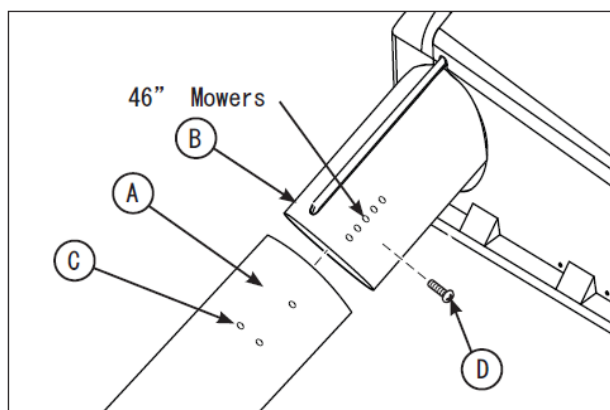

図 16
1. 透明チューブ（図 16 の A）をチューブ（上）（B）の中に差し込んでください。
2. 図 16 のように、チューブ（上）の 46 “モア用の穴と透明チューブの穴（C）をネジ（D）で締めてください。